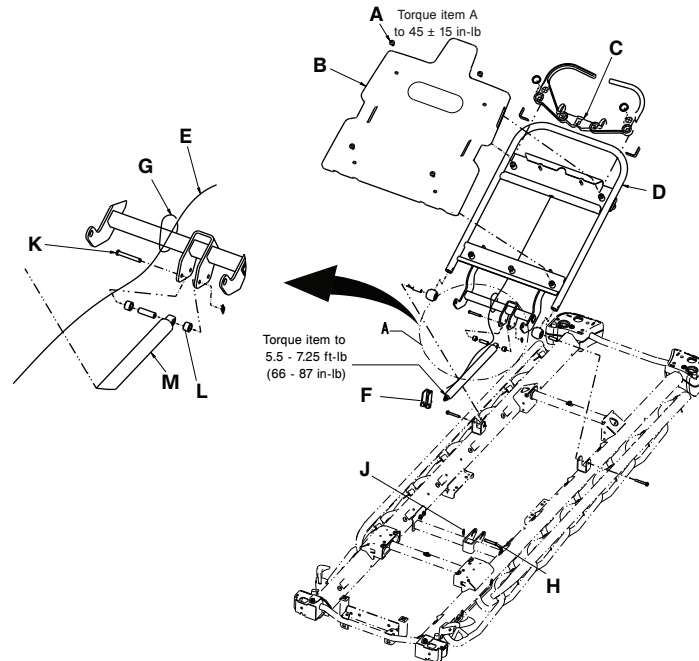

Figure 26 – Remplacement du vérin pneumatique du relèvement-buste
1. À l'aide d'une clé à cliquet de 3/8 po et d'une clé Torx T40, retirer les quatre vis à métaux à tête bombée (A) qui fixent le revêtement en plastique du relève-buste au châssis du relève-buste (Figure 26).